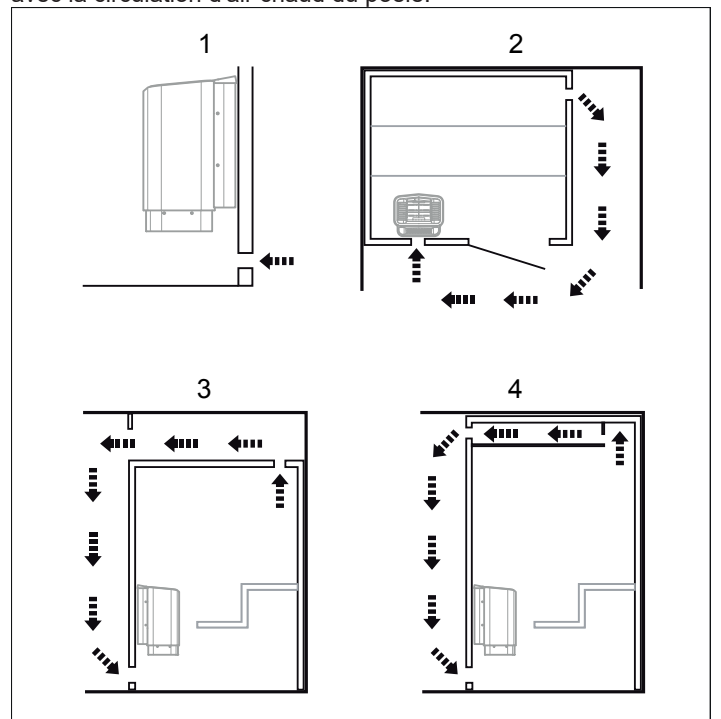

Figure 8 : Positionnement des bouches d'entrée et de sortie d'air
- le plus loin possible de l'entrée d'air, en diagonale (voir figure 8).
- en hauteur sur la cloison, ou au plafond (voir figure 8).